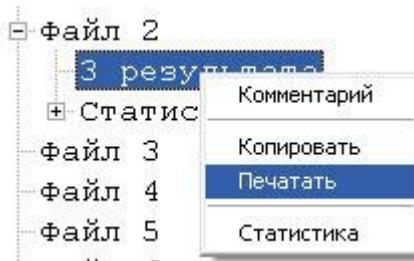

Рис. 7-21 Печать данных
- и в появившемся меню (рис. 7-21) выберите «Печатать».